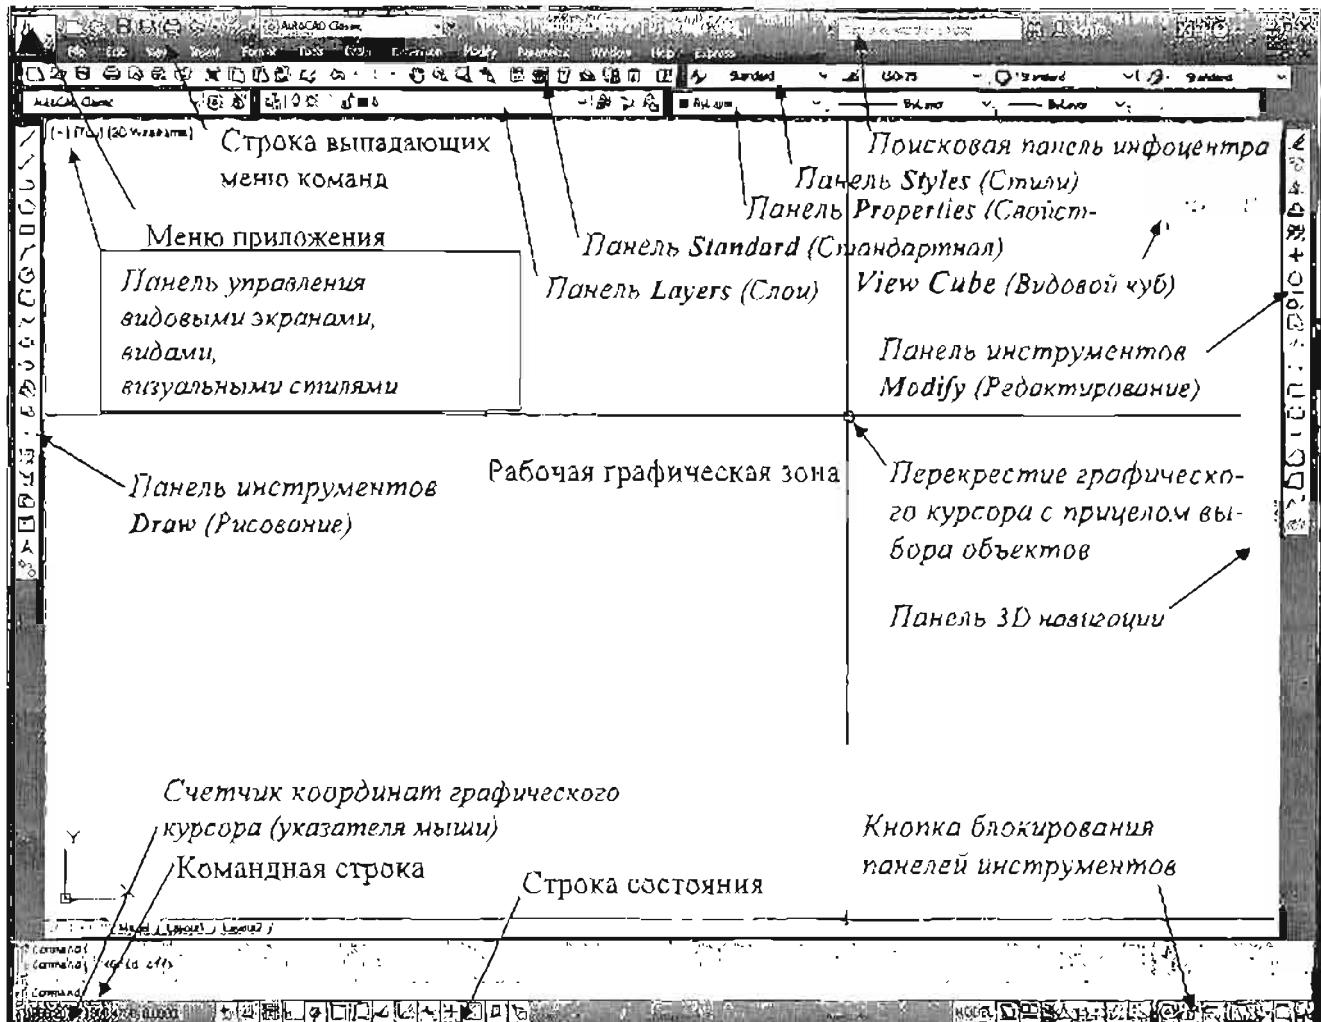

Рис. 1.3. Рабочее окно режима AutoCAD Classic (AutoCAD классический)
На рис. 1.3 показано рабочее окно режима **AutoCAD Classic** (AutoCAD классический) графического редактора AutoCAD 2012. На окраине можно выделить пять функциональных зон:
- Разблокируйте панели инструментов или убедитесь, что они разблокированы (см. рис. 1.3)
В правой части заголовка окна программы (см. рис. 1.3): расположена Инфоцентр (рис. 1.15). Отсюда вы можете связаться с Autodesk и с сообществами пользователей AutoCAD.